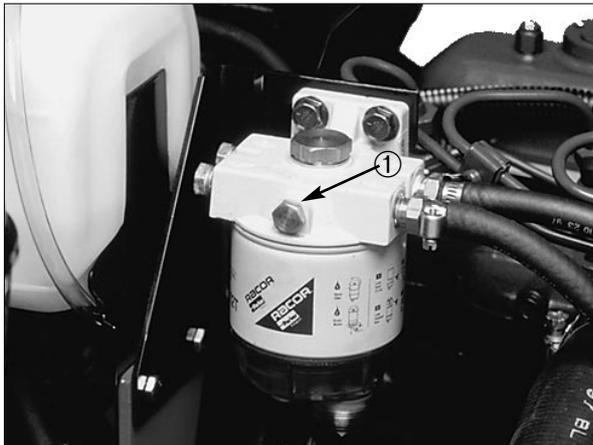

Fig. 15
2. Allentare la vite di spurgo dell'aria, situata sopra il filtro carburante/separatore del vapore (Fig. 15).